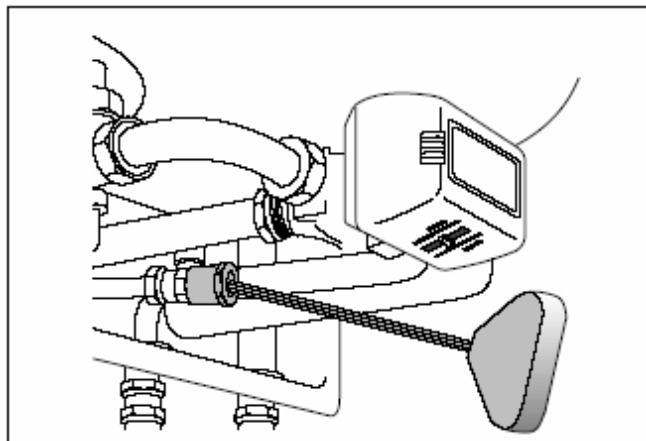

Рис. 23 Ограничитель расхода горячего водоснабжения
- Выполнить желаемую настройку ограничителя расхода (рис. 23), например на 60 °С при расходе 6 л/мин.